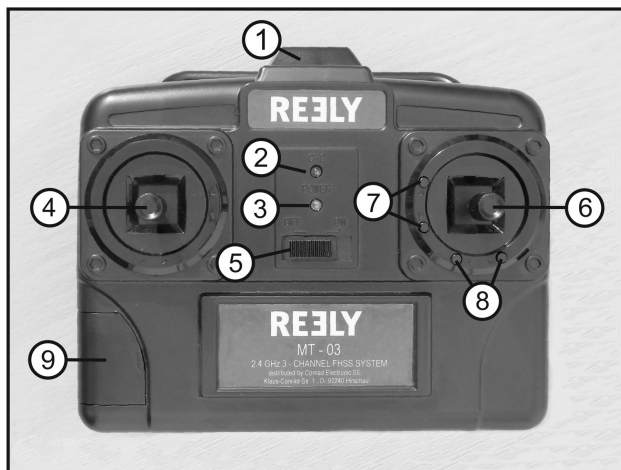

Bild 1
Wenn neue Batterien eingelegt sind, schalten Sie zu Testzwecken den Sender mit Hilfe des Funktionsschalters (siehe Bild 1, Pos. 5) ein. Schieben Sie dazu den Funktionsschalter von der linken Schalterstellung „OFF“ in die rechte Schalterstellung „ON“.
Zum Zeichen der korrekten Spannungsversorgung leuchtet die grüne Funktions-Kontrollleuchte (siehe Bild 1, Pos. 3) und der Sender gibt einen kurzen Signalton ab.
Auch wenn die Empfangselektronik im Flugmodell eine eingebaute Schutzschaltung aufweist, die das unbeabsichtigte Anlaufen des Antriebsmotors verhindert, müssen Sie sich vor jeder Inbetriebnahme des Senders davon überzeugen, dass sich der Steuerknüppel für die Motorfunktion (siehe Bild 1, Pos. 4) in der Stellung „Motor aus“ befindet. Dazu muss der Steuerknüppel ganz nach unten geschoben bzw. ganz zum Körper herangezogen sein.
Der Flugakku wird mit Hilfe des Fernsteuersenders geladen. Öffnen Sie dazu die Klappe (1) auf der Vorderseite des Senders (siehe auch Bild 1, Pos. 9), klappen Sie sie nach links auf.
Schießen Sie anschließend den Flugakku (2) an das Ladekabel (3) im Ladeschacht an. Die Steckverbinder sind verpolungssicher. Wenden Sie beim Anstecken keine Gewalt an. Wenn der Akku Kontakt hat, leuchtet die rote Lade-Kontrollleuchte (siehe Bild 1, Pos. 2) und signalisiert den korrekten Ladevorgang.
Der Fernsteuersender hat vier Trimm-taster (siehe auch Bild 1, Pos. 7 und 8), mit deren Hilfe die Mittelstellung der beiden Steuerfunktionen für Höhen- und Seitenruder korrigiert werden kann.